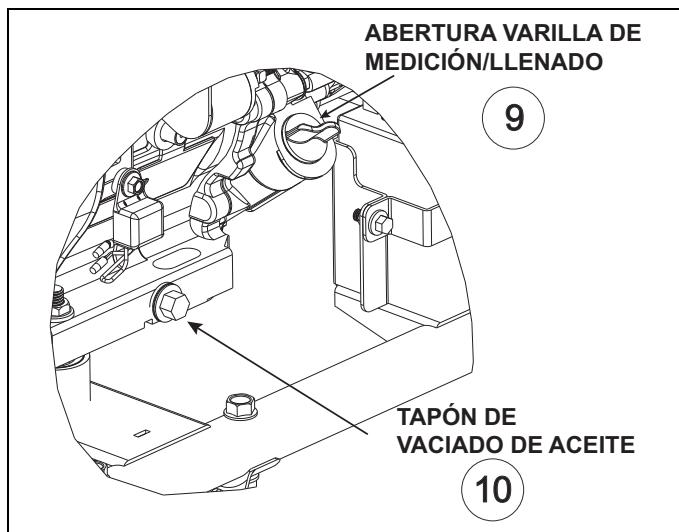

Figura 4-1. Tapón de vaciado de aceite
Vea la sección "Antes de arrancar el generador" para información sobre cómo añadir aceite y comprobar el nivel. El nivel de aceite debe ser comprobado antes de cada uso o al menos cada ocho horas de funcionamiento. Revise el nivel de aceite periódicamente. Vea en la Figura 4-1 la ubicación de la varilla y la abertura para llenado de aceite.
1. Limpie la zona alrededor del tapón de vaciado de aceite. Vea la Figura 4-1.